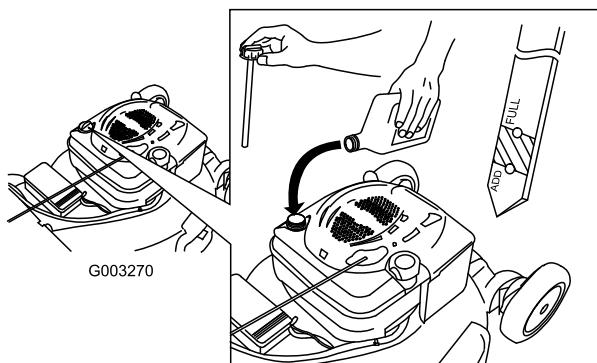

Figure 49
- Versez de l'huile **lentement** dans le goulot de remplissage pour faire monter le niveau de liquide jusqu'au repère du plein (Full) sur la jauge (Figure 49). **Ne remplissez pas excessivement.** (Remplissage max. : 0,59 l (20 oz), type : huile détergente SAE 30W de classe de service API SF, SG, SH, SJ, SL ou supérieure.)